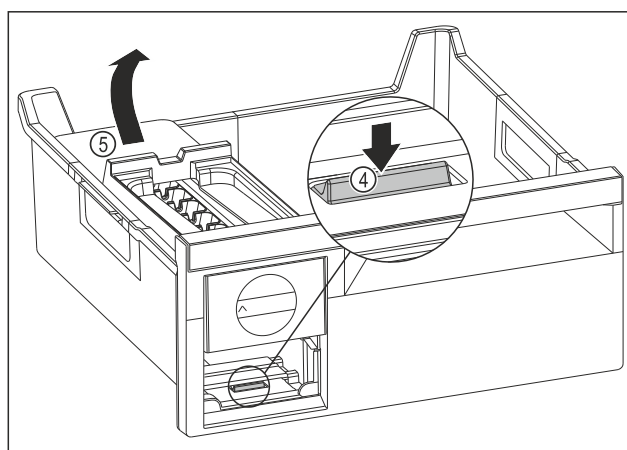

Fig. 79
- ▶ Estrarre il corpo dell'EasyTwist-Ice: Con un dito spingere la linguetta Fig. 79 (4) verso il basso e allo stesso tempo, con l'altra mano, sollevare il corpo dell' EasyTwist-Ice Fig. 79 (5) da dietro.